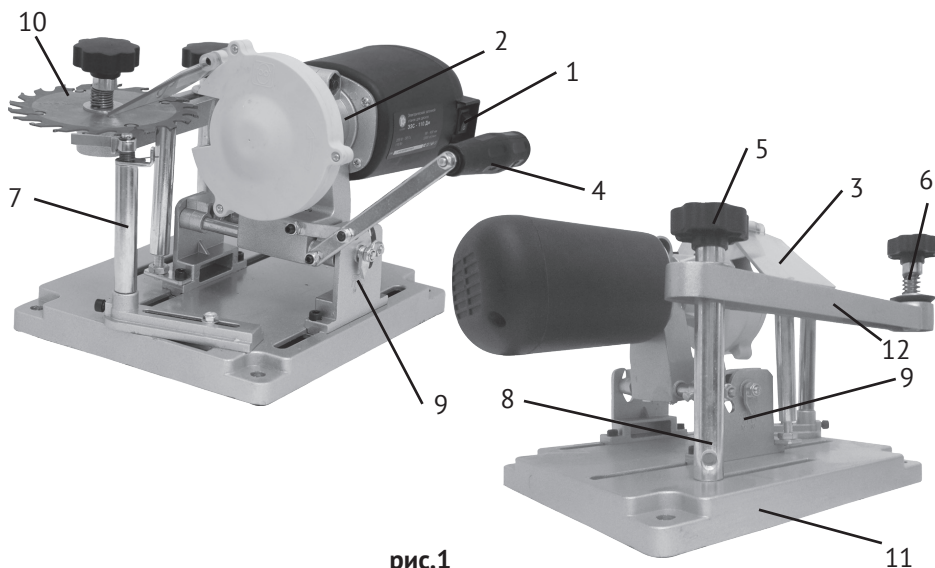
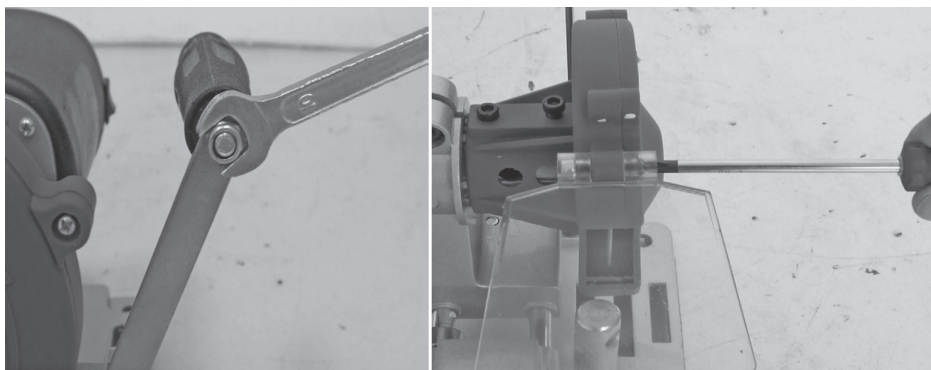
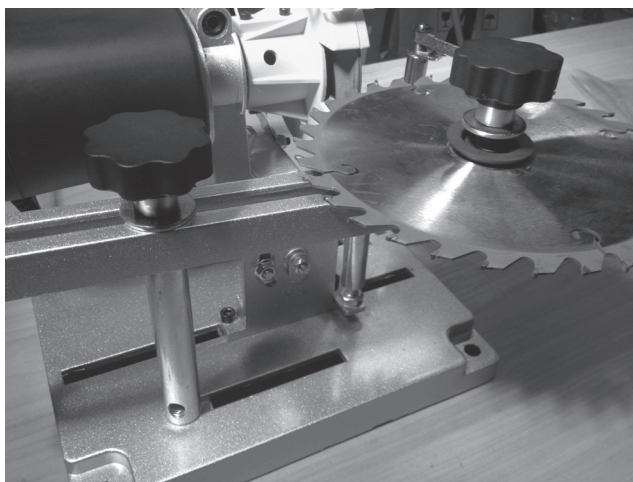
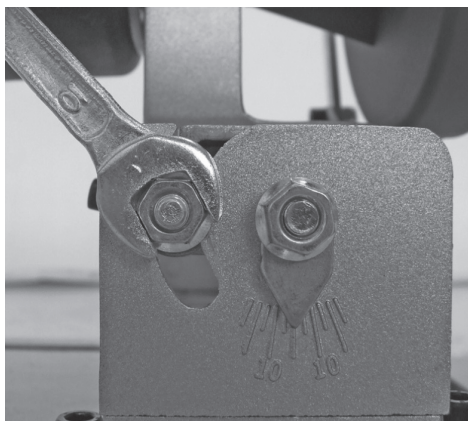

рис.1
рис.2
рис.3
рис.7
1.3 Заточный станок состоит из заточного блока с электродвигателем (рис.1 поз.2), поворотного кронштейна (рис.1 поз.12) для установки диска (рис.1 поз.10) и основания (рис.1 поз.11). В пластиковом корпусе расположен силовой блок, который включает в себя электронную плату – выпрямитель и коллекторный двигатель постоянного тока. Для стационарного закрепления станка на верстаке (столе) шурупами или болтами, в основании имеются 4-е монтажных отверстия. Крутящий момент с якоря электродвигателя через соединительную муфту передаётся на шпиндель. Между опорным и зажимным фланцами, на шпинделе (гайкой М10) крепится заточный круг.
1.4 Выключатель (рис.1 поз.1) расположен сбоку на корпусе двигателя.
- установите защитный экран (рис.1 поз.3) и рукоятку поперечного перемещения заточного блока (рис.1 поз.4), как указано на рис.2;
- открутите и снимите прижимной блок пильного диска (рис.1 поз.6), расположенный на кронштейне подачи (рис.1 поз.12). Прижимной блок состоит из фиксатора-гайки, шайбы, пружины и прижимной конусной шайбы. Установите затачиваемый диск (рис.1 поз.10), как показано на рисунке (рис.3), и зафиксируйте его с помощью прижимного блока.
- придать станку устойчивое положение, при необходимости закрепить основание (рис.1 поз.11) на верстаке (столе);
- открутите фиксатор-гайку (рис.1 поз.5) кронштейна подачи пильного диска;
- отрегулируйте продольное положение заточного блока (рис.1 поз.2);
Для этого необходимо шестигранным ключом (входит в комплект поставки) открутить четыре прижимных винта, освободив две крепёжные пластины. Теперь заточный блок можно перемещать вдоль направляющих пазов основания. При заточке пильных дисков небольшого диаметра, заточный блок подаётся вперёд, в сторону вспомогательного ограничителя-упора (рис.1 поз.7). При работе с пильным диском большого диаметра, заточный блок подаётся назад, в сторону расположения электродвигателя станка. Выставив нужное положение заточного блока, надёжно закрепите прижимные винты.
- установите опорный цилиндр (рис.1 поз.8) как можно ближе к затачиваемому зубу и отрегулируйте его высоту контргайкой, расположенной на цилиндре (рис.4). Опорный цилиндр предназначен для устойчивого позиционирования пильного диска в момент заточки его зубьев;
- с помощью рукоятки поперечного движения (рис.1 поз.4) подведите заточной блок к затачиваемому пильному диску. Расположите позиционированный зуб пильного диска таким образом, чтобы его затачиваемая поверхность плотно прилегала к боковой поверхности заточного круга (рис.5);
- удерживая зуб пильного диска в плотном контакте с заточным кругом, установите вспомогательный ограничитель-упор (рис.1 поз.7) таким образом, чтобы пластина ограничителя-упора, усилием пружины, плотно прижималась к боковой поверхности одного из свободных зубьев диска. Кронштейн ограничителя-упора фиксируется в
- рукояткой (рис.1 поз.4) переместите заточный блок в направлении пильного диска и заточите позиционированный зуб. Завершив заточивание, отведите заточный блок от пильного диска;
2.4.1 Станок обладает возможностью регулировки угла наклона заточного блока относительно вертикальной оси от 0 до 25 градусов. Для этого необходимо открутить две фиксирующие гайки, расположенные с двух сторон на кронштейнах крепления заточного блока к основанию (рис.7). Повернув заточный блок на нужный угол по проградуированной шкале (рис.1 поз.9), зафиксировать его гайками.